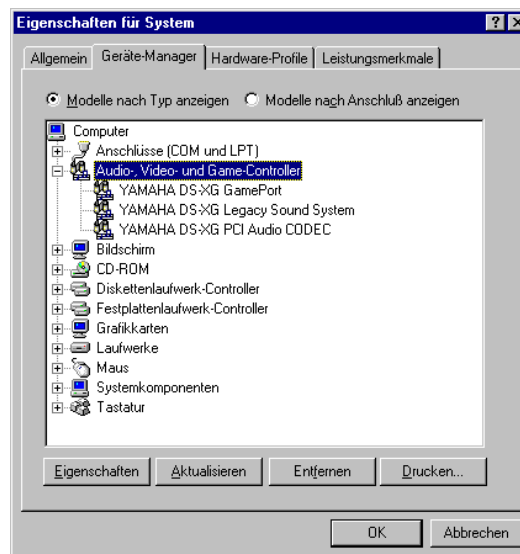

Abbildung 6-1. Der **Geräte-Manager** im Fenster "**Eigenschaften für System**".
4. In der Dialog-Box "**Eigenschaften für System**" klicke man auf die Seite "**Geräte-Manager**". Daraufhin sollte die Dialog-Box wie in Abbildung 6-1 (unten) aussehen: